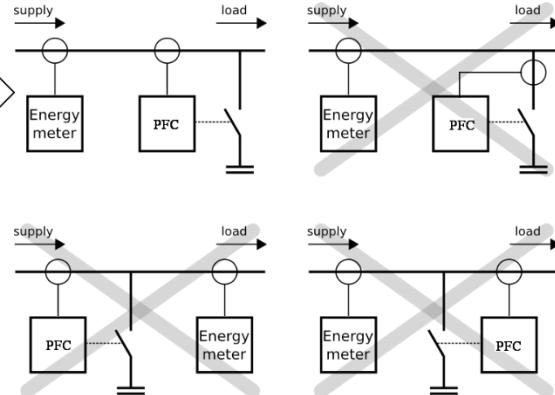
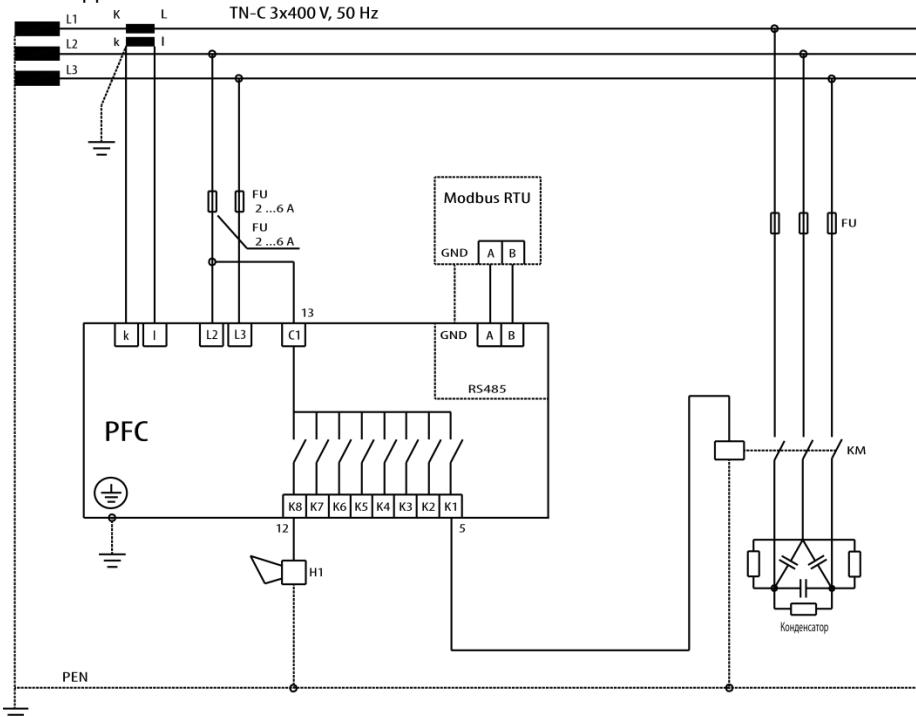

Рис. 4 Підключення регулятора до системи
Рис. 5 Підключення регулятора PFC 8 RS, 400V AC
За замовчуванням у пристрої встановлені стандартні налаштування (див. Табл. 3). Живлення контролера необхідно здійснювати від регульованої мережі, так як дана напруга також використовується для вимірювання. Значення напруги зазначено на заводській етикетці. Вимірювальний трансформатор струму може бути підключений до будь-якої фази. За замовчуванням напруга живлення та вимірювання здійснюється з фаз L2-L3, встановлення трансформатора струму здійснюється в фазу L1. Схеми підключення показані на Рис.4 та Рис.5.
1. Підключіть регулятор відповідно до схеми Рис. 5.
Трансформатор струму в електричному колі повинен розташовуватися так, щоб через нього проходив струм навантаження та конденсаторний струм. Приклади підключення показані на Рис. 4. Розширенна схема підключення зображена на Рис. 5. При компонуванні установки компенсації реактивної потужності існує